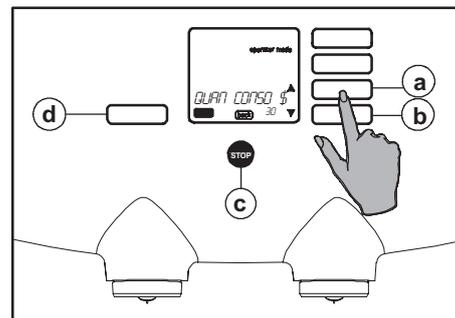

Fig. 34 Compteur bouton 1 por(tions)
9. Utilisez avec les boutons de défilement ▲, ▼ (fig. 34 a ou b) pour sélectionner le compteur du bouton de sélection souhaité.